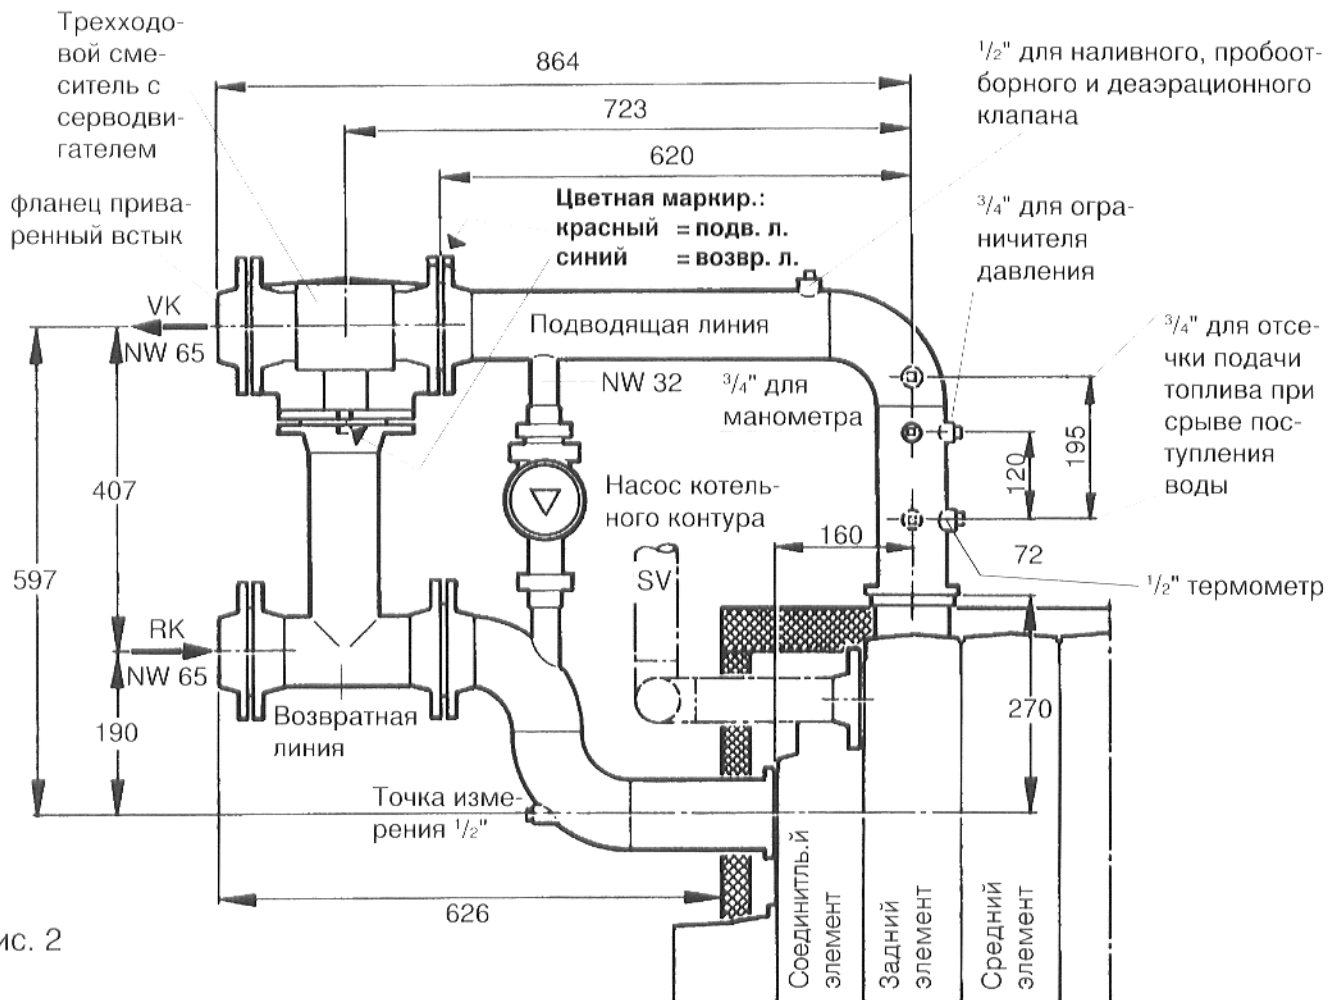
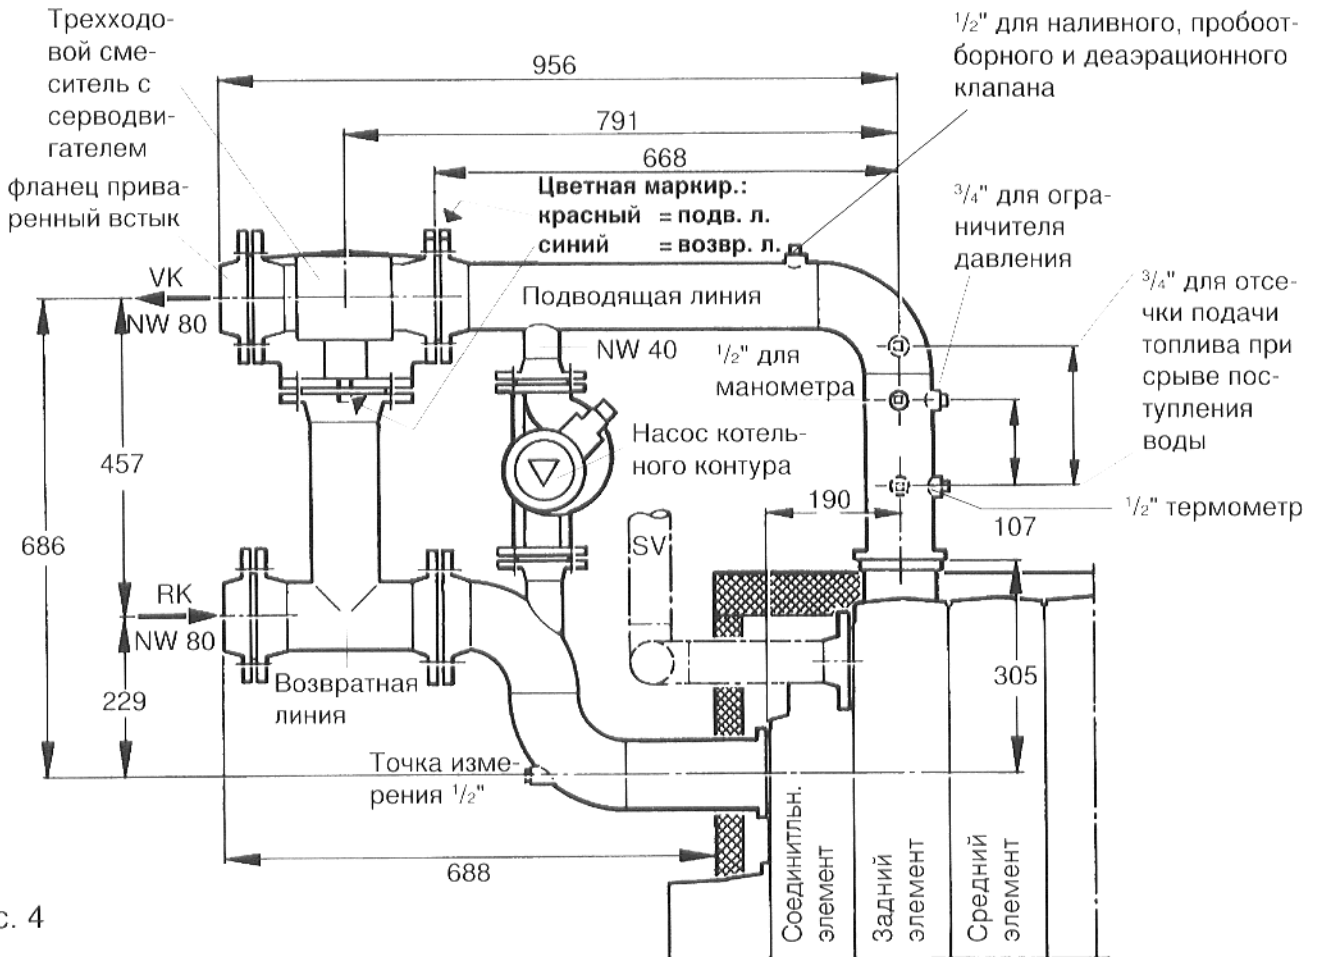

Рис. 2
Рис. 4
2. Слегка прифланцевать возвратную линию для подключения смесителя к возвратной линии соединительного комплекта без смесителя (рис. 2 или рис. 4).